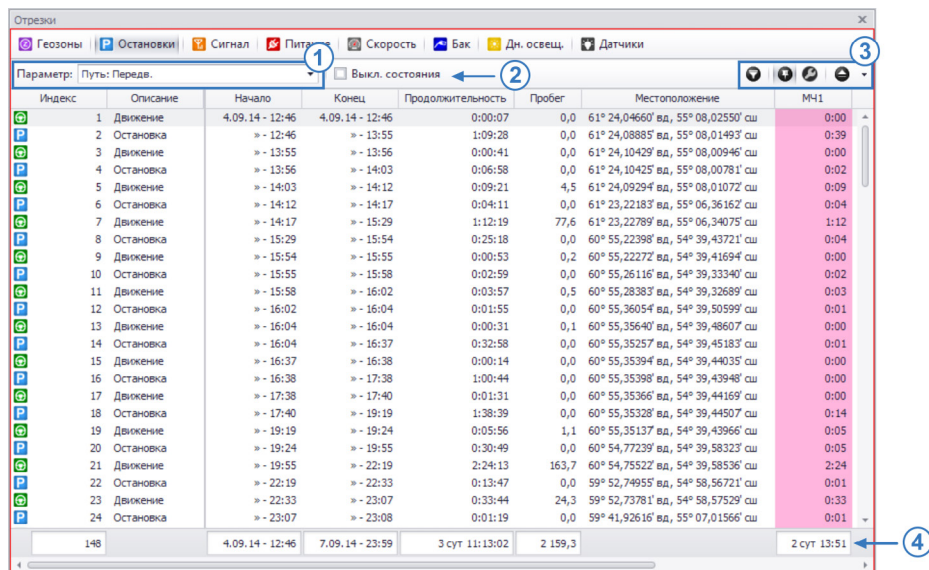

Рис.168. Модуль просмотра отрезков.
Пример списка отрезков приведен на **Рис.168**.
- Если фильтрация данных в Модуле просмотра отрезков ведется по нескольким параметрам, то в левом верхнем углу окна модуля доступен список «Параметр», в котором пользователь может выбрать нужный отрезок для просмотра (Рис.168. п.1).
- Опция «Выкл. состояния» (Рис.168, п.2) позволяет показать или скрыть отрезки, в течение которых параметр отрезков находился в выключенном состоянии. Следует помнить, что некоторые переключатели могут иметь только включенные состояния, например параметр показывающий остановки и отрезки движения транспортного средства.
- В правом верхнем углу окна расположена панель инструментов Модуля просмотра отрезков (Рис.168, п.3).
- Внизу списка отображается строка с итоговыми параметрами ТС за выбранный период просмотра (Рис.168, п.4). Для того чтобы показать итоговую строку, нужно нажать правую кнопку мыши на списке отрезков и в появившемся меню выбрать опцию «Показывать итоговую строчку». Повторный выбор опции скрывает итоговую строку.
В Модуле просмотра отрезков предусмотрено два вида столбцов: стандартный вид столбцов, который позволяет отображать все параметры ТС, и фиксированный вид столбцов, который позволяет показывать пользовательский набор столбцов. Для переключения к фиксированному виду необходимо нажать кнопку «Фиксированные столбцы» на панели инструментов Модуля просмотра отрезков (**Рис.168, п.3**).